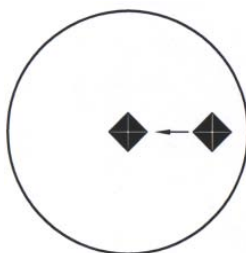

Abbildung 6-15 Eindruck ist rechts von der Mitte
4. Der Eindruck ist rechts von der Mitte. Siehe Abbildung 6-15.